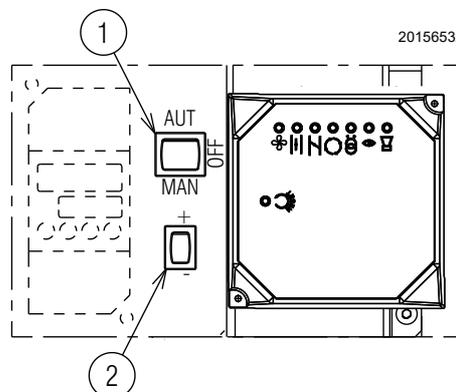

Fig. 31
Chiudere i termostati/presostati e mettere il selettore 1)(Fig. 31) in posizione "MAN".
- mettere l'interruttore 1)(Fig. 31) in posizione "OFF" ed attendere che l'apparecchiatura esegua la fase di spegnimento;
Posizionare il selettore 1)(Fig. 31) in posizione "MAN".
- Accendere il bruciatore con il selettore sul pannello di controllo in posizione manuale 1)(Fig. 31 a pag. 31).
- Eseguita questa prima regolazione, aumentare la potenza erogata tramite il selettore 2)(Fig. 31) a ritorno automatico posto sul quadro di controllo. Arrestarsi dopo una rotazione di 15° del servomotore ed eseguire una nuova regolazione agendo sulla camma a profilo variabile dell'aria (camma 1 Fig. 35 a pag. 35).
Il passaggio da una posizione alla successiva si ottiene tenendo premuto il selettore 2)(Fig. 31 a pag. 31) sul simbolo (+) o (-).